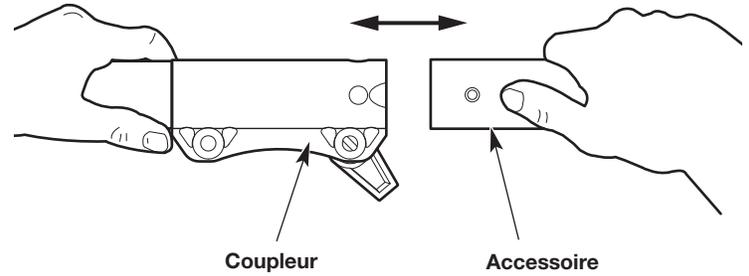
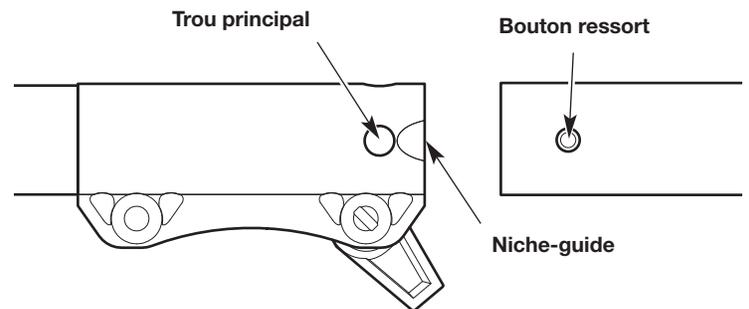

Fig. 5
Fig. 6
4. Alignez le bouton de déclenchement avec la rainure de guidage (Fig. 6).
5. Poussez l'accessoire directement dans le coupleur (Fig. 5) jusqu'à ce que le bouton de déverrouillage s'enclenche fermement dans l'orifice principal (Fig. 6).
3. Appuyez et maintenez enfoncé le bouton de déclenchement (Fig. 6).
4. Retirez l'accessoire du coupleur (Fig. 5).